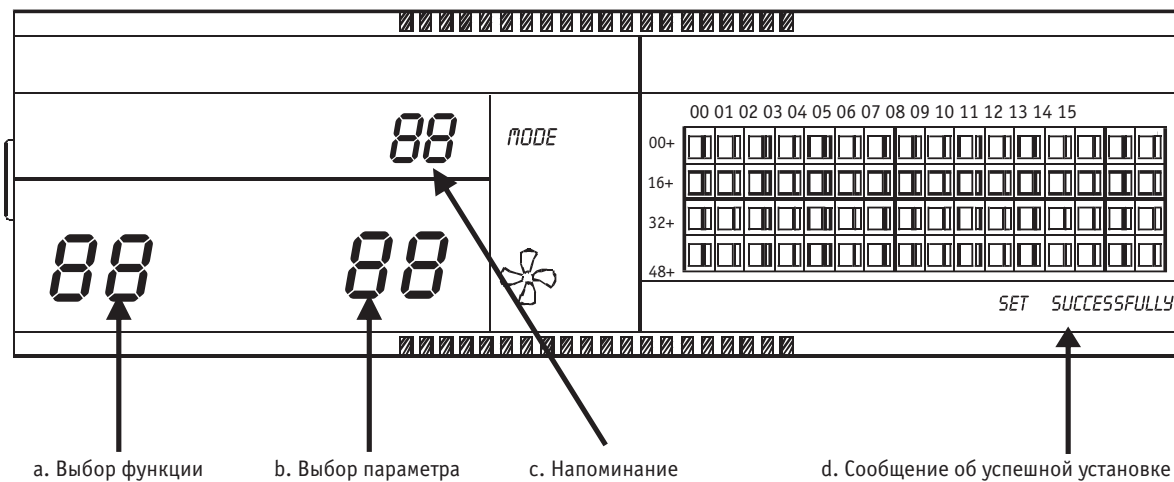

Рис. 6.1. Индикация режима настройки дополнительных функций
- В области вывода напоминания (рис. 6.1с) отобразится индикатор «FL».
- Установите кодовый переключатель 3 в положение «ON» для активизации дополнительных функций в соответствии с таблицей 6-1, а затем включите ЦПУ. Через 1 минуту нажмите кнопку и, удерживая ее нажатой, нажмите кнопку для входа в режим настройки дополнительных функций. Индикатор (по умолчанию 00) в области выбора функции (рис. 6-1а) будет мигать с частотой 1 Гц, отображая код дополнительной функции (см. таблицу 6-2). Нажимайте кнопки и для выбора функции, а затем нажмите кнопку для входа в режим выбора параметров.
- После входа в режим выбора параметров загорится поле выбора функции и начнет мигать с частотой 1 Гц секция выбора параметра (рис. 6.1б), отображающая код параметра. Нажимая кнопки и , выберите параметр.
- После успешного завершения установки поле выбора функции и поле выбора параметра будут светиться, а также будет отображаться сообщение «SET SUCCESSFULLY» [УСТАНОВКА УСПЕШНО ЗАВЕРШЕНА] (рис. 6.1д). Через 3 секунды устройство автоматически выйдет из режима настройки дополнительных функций, и дисплей вернется в обычный режим работы.